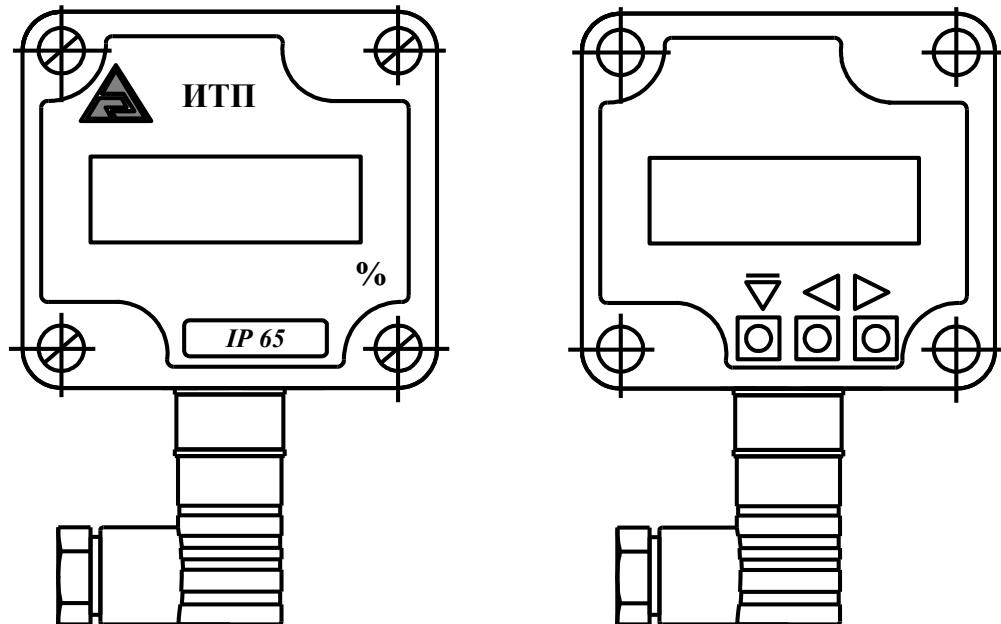
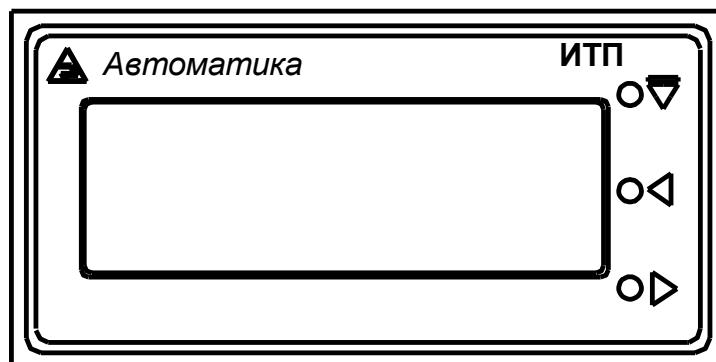

Рисунок 1 - Внешний вид передней панели прибора ИТП-Н1 и расположение кнопок (под крышкой)
Рисунок 2 - Внешний вид передней панели прибора ИТП-Щ1
5.3.3 На передней панели прибора (Рисунок 1, Рисунок 2) находятся:
- кнопки управления \triangle и ∇ (в ИТП-Н1 – под прозрачной крышкой; смотри Рисунок 1).